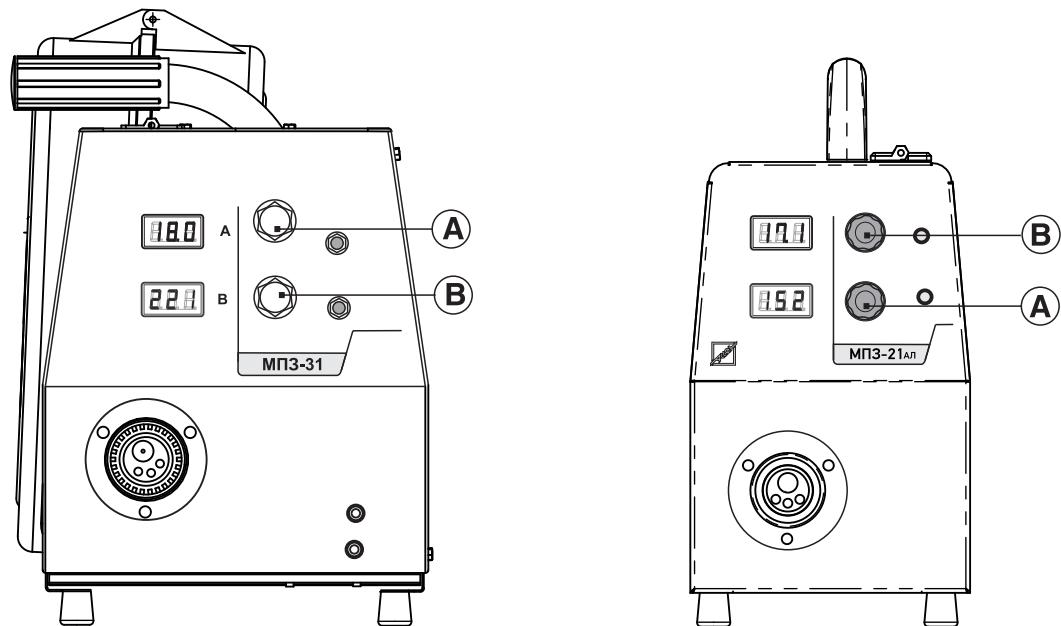

рис. 6.7
6.2.5.Основные параметры режима сварки регулируются с панели механизма подачи сварочной проволоки (рис.6.7) и отображаются на дисплеях аппарата.